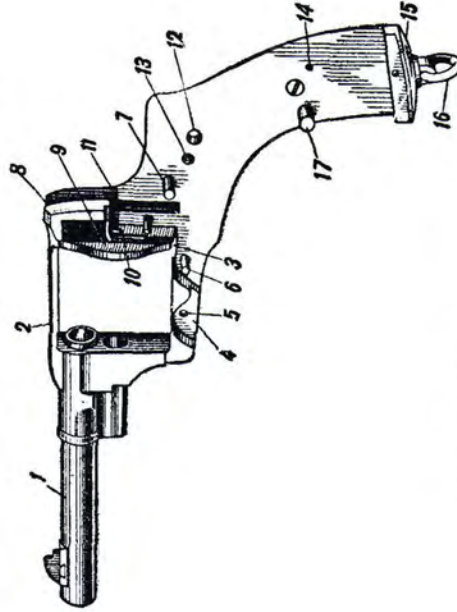

Рис. 8. Рамка с винченным стволом:
10. Рамка (рис. 8) служит для соединения всех частей революера.